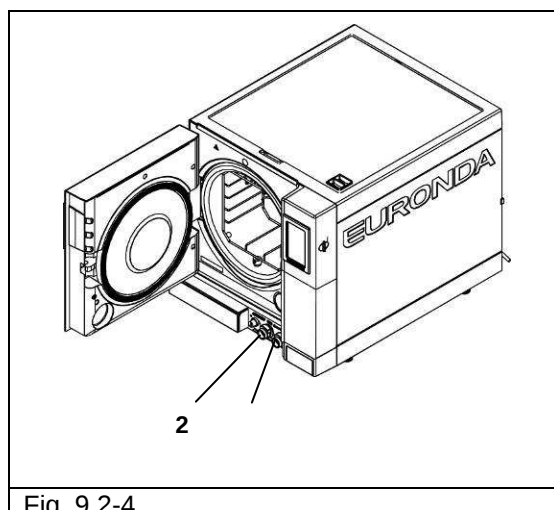

Fig. 9.2-4
1. Pour vider le réservoir d'eau propre, introduire l'extrémité du tuyau fourni sur le raccord, en bas sur la façade (rep. 1, Fig. 9.2-4) et l'autre extrémité dans un récipient vide.
2. Vider le réservoir interne de collecte de l'eau usagée : introduire le tuyau transparent fourni avec l'appareil sur le raccord, en bas sur la façade (rep. 2, Fig. 9.2-4) et l'autre extrémité dans un récipient vide.